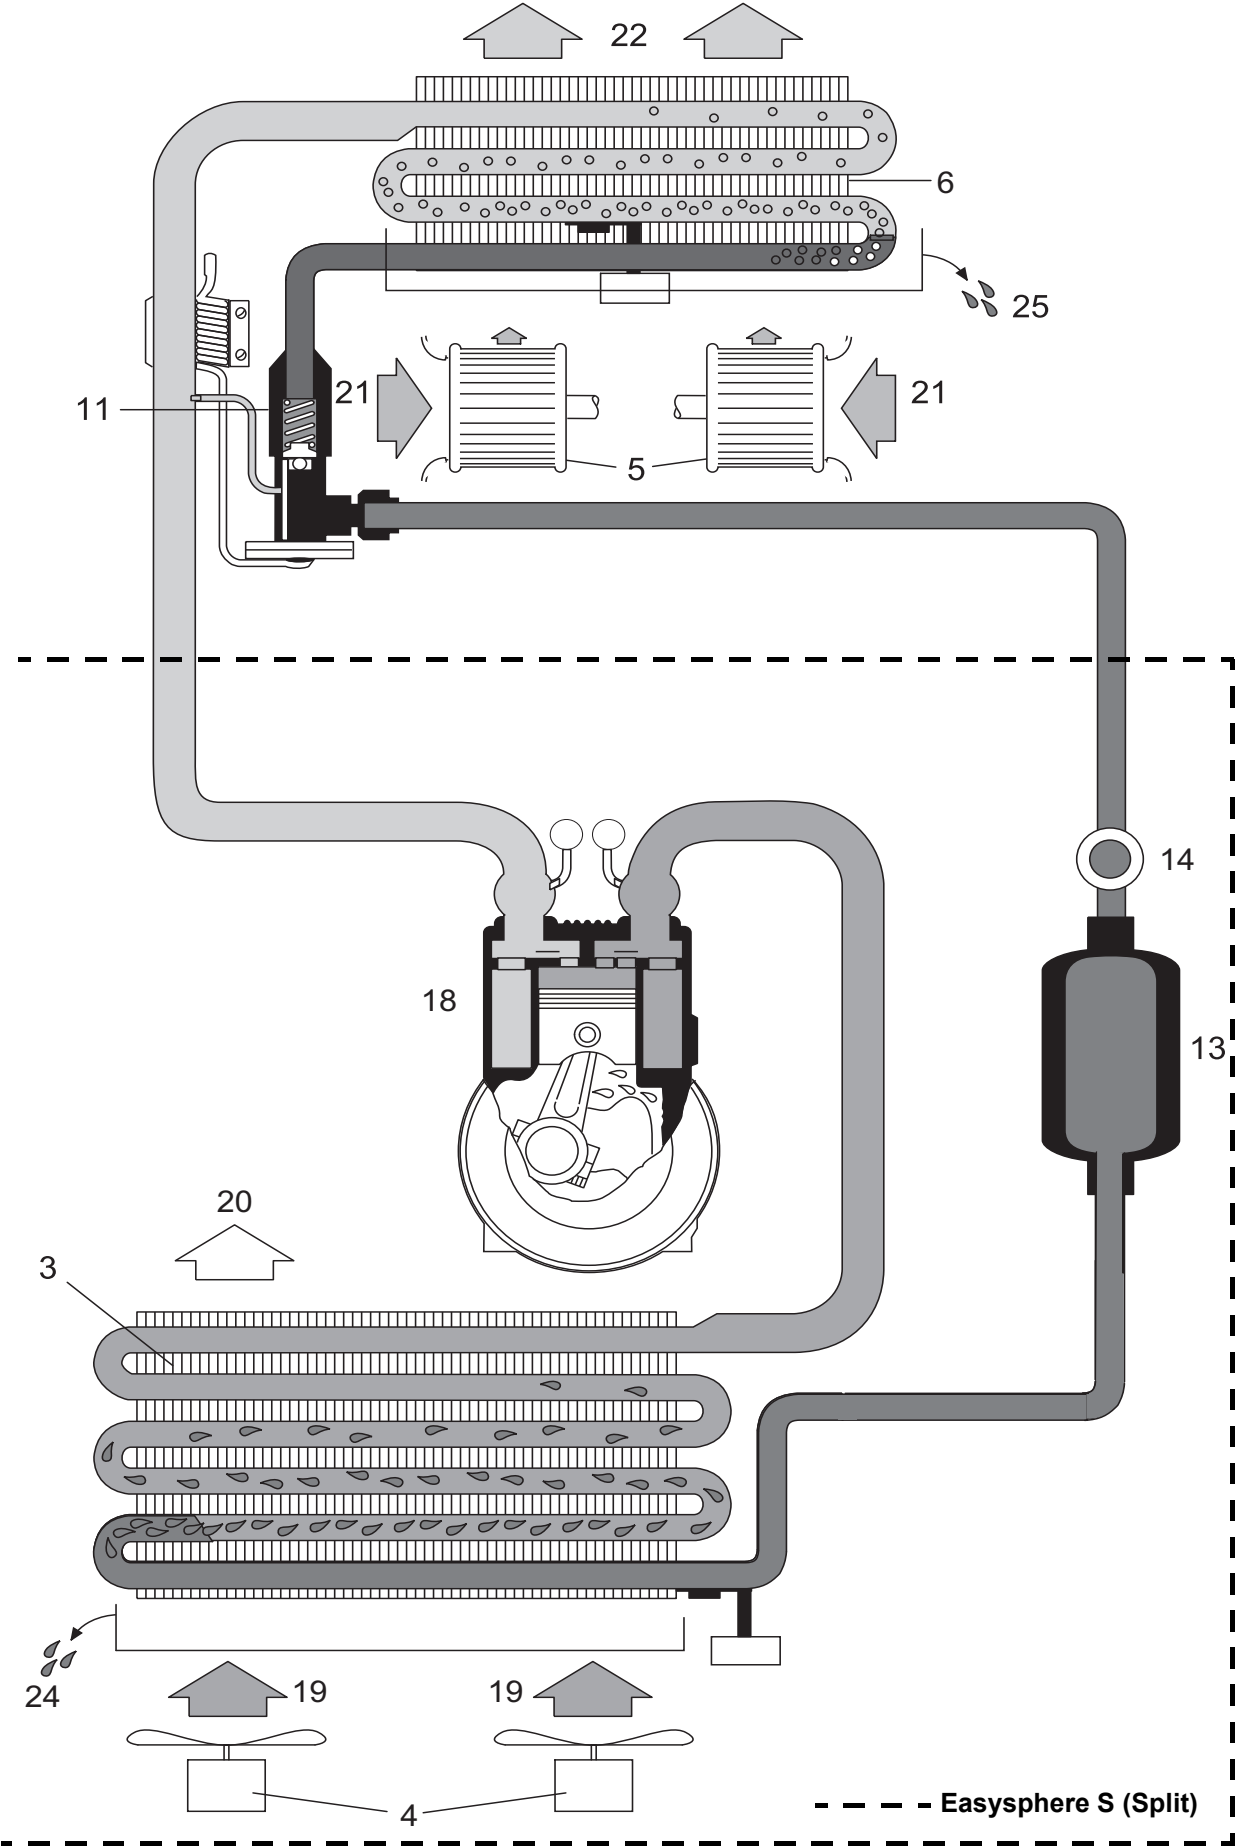

Fig. 2.4
Le condenseur transmet a chaleur de condensation produite à l'air extérieur qui le traverse (19 et 20, figures 2.4 et 2.5). Les deux ventilateurs axiaux (4) assurent ici une ventilation suffisante même lorsque le véhicule est à l'arrêt.